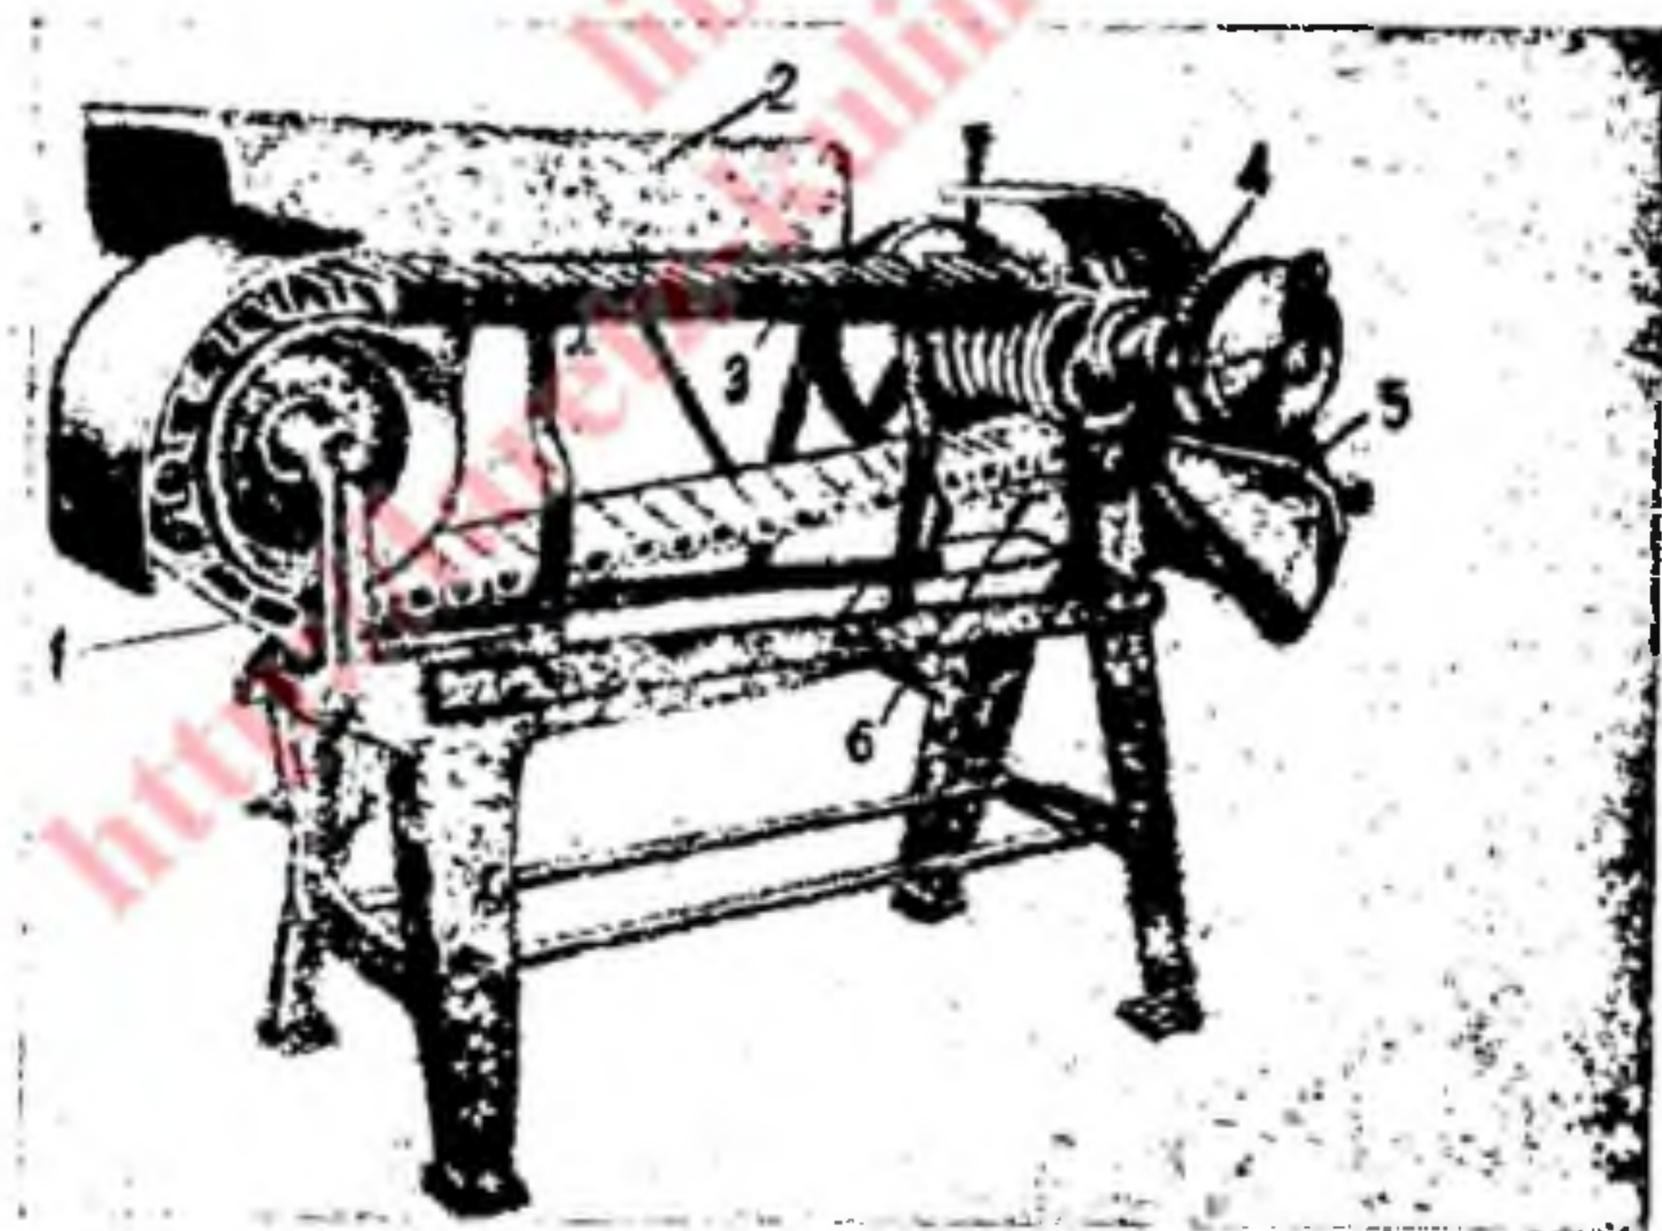

Рис. 18. Разделочная машина для сельди.
**31. Как устроена машина для разделки сельди «Ноббинг» (рис. 18)?**